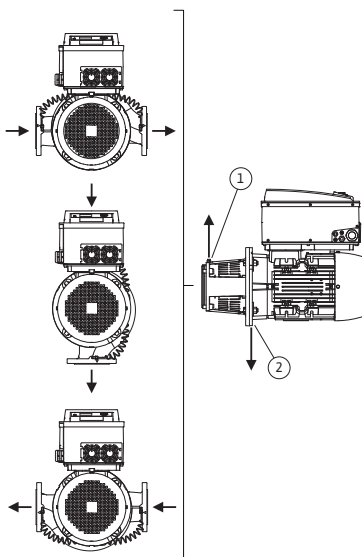
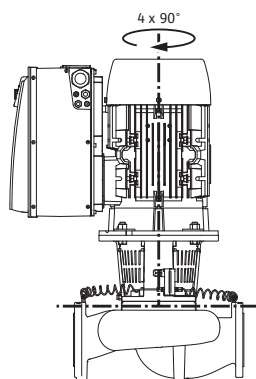

Fig. 18: Posizioni di montaggio ammesse con albero del motore orizzontale
Fig. 19: Posizioni di montaggio ammesse con albero del motore verticale
Le posizioni di montaggio ammesse con albero del motore orizzontale e modulo elettronico verso l'alto (0°) sono illustrate nella fig. 18. Non sono raffigurate le posizioni di montaggio ammesse con modulo elettronico montato lateralmente (+/- 90°). Sono consentite tutte le posizioni di montaggio tranne "modulo elettronico verso il basso" (-180°). Lo sfiato della pompa è garantito solo se la valvola di sfiato è rivolta verso l'alto (fig. 18, pos. 1).
Solo in questa posizione (0°) il condensato formatosi può defluire attraverso i fori presenti, la lanterna della pompa e il motore (fig. 18, pos. 2). A tale scopo, rimuovere il tappo presente sulla flangia del motore.
Le posizioni di montaggio ammesse con albero del motore verticale sono illustrate alla fig. 19. Sono consentite tutte le posizioni di montaggio tranne "Motore verso il basso".
- La valvola di sfiato sulla lanterna (fig. 6, pos. 1.31) in caso di albero del motore orizzontale deve sempre essere rivolta verso l'alto (fig. 12). In caso di albero del motore verticale è permesso ogni orientamento. Vedere a questo riguardo anche Fig. 18: "Posizioni di montaggio ammesse con albero del motore orizzontale" a pagina 84 e Fig. 19: "Posizioni di montaggio ammesse con albero del motore verticale" a pagina 85.